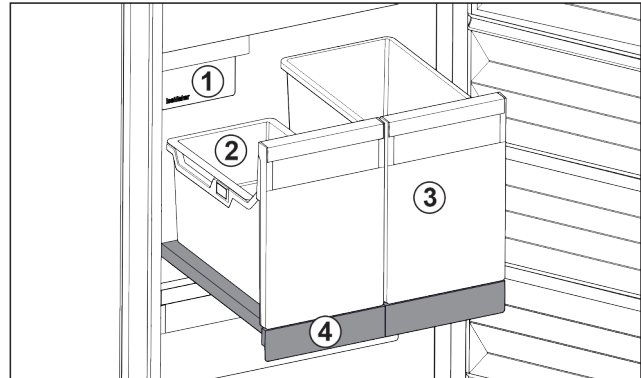

Fig. 79 Auszugsbord mit IceTower
- (1) IceMaker
- (2) Einhängeschale für Eiskwürfel
- (3) Behälter für z. B. Pizza, alkoholische Getränke
- (4) Auszugsbord
Auf dem Auszugsbord sind zwei hohe Behälter (IceTower). Im Behälter Fig. 79 (2) werden Eiskwürfel aus dem IceMaker gesammelt und gelagert. Behälter Fig. 79 (3) eignet sich für die Lagerung von hohen Lebensmitteln wie Pizzen oder alkoholischen Getränken.